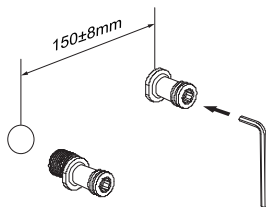

Abbildung 2
b) Wickeln Sie das Teflonband gegen den Uhrzeigersinn auf das Gewinde des G1/2-Endes des gebogenen Anschlusses (11), verbinden Sie mit den Warm- und Kaltwasserauslässen mit einem Schraubenschlüssel. Lassen Sie eine angemessene Tiefe aus der Wand heraus und passen Sie den Abstand zwischen den 2 Anschlüssen entsprechend der Breite des Einlasses an der Thermostat-Duschstange an (Abbildung 2).